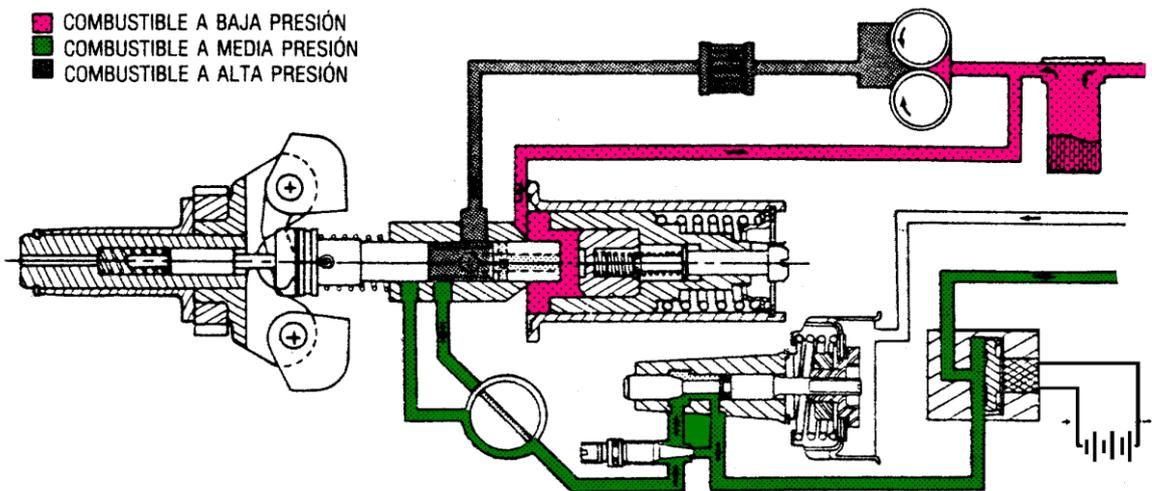

FIGURA 2.8 FLUJO DE COMBUSTIBLE EN MARCHA NORMAL
9. En la figura 2.8 ha aumentado la velocidad del motor como ocurriría durante una operación normal.
12. También en la figura 2.8, la presión de combustible ha pasado por el orificio horizontal del émbolo del gobernador y ha movido el botón del émbolo de resorte de marcha en vacío, retirándolo del émbolo del gobernador para controlar la presión del combustible.